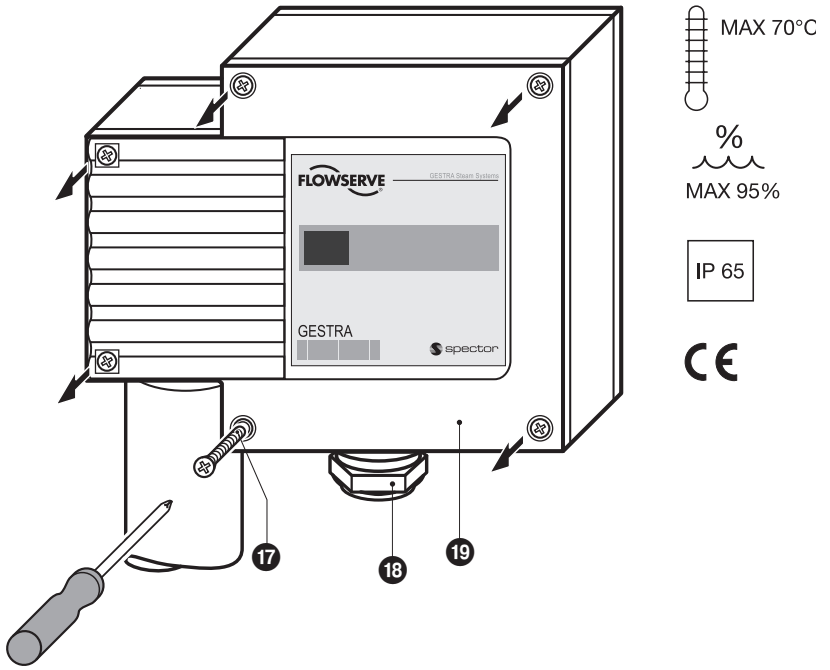

Fig. 12
1. Schrauben ⑰ lösen und Gehäusedeckel ⑱ abnehmen. **Fig. 12**. Auf diesen Deckel zeigt der Pfeil auf dem Typenschild.